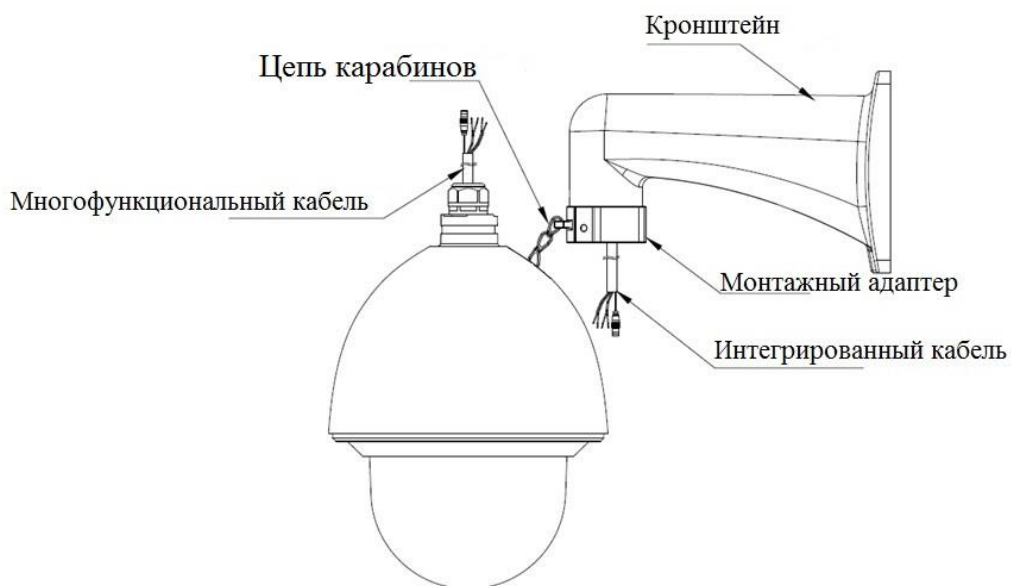

Рисунок 4
4.5 Присоедините цепь карабинов с одной стороны к монтажному адаптеру, с другой стороны к крышке видеокamеры. Соедините контакты интегрированного кабеля кронштейна с соответствующими контактами многофункционального кабеля видеокamеры. Изолируйте лентой место соединения, чтобы обеспечить водонепроницаемость (рис.4). В многофункциональном кабеле, помимо сетевого кабеля с разъемом RJ45, располагается еще группа сухих контактов, группа звуковых интерфейсов, группа питания и RS-485. Эти группы помечены ярлыками. Функциональное значение цветовой маркировки проводов указано на каждом ярлыке. Описание функциональных значений смотрите в таблице 1.